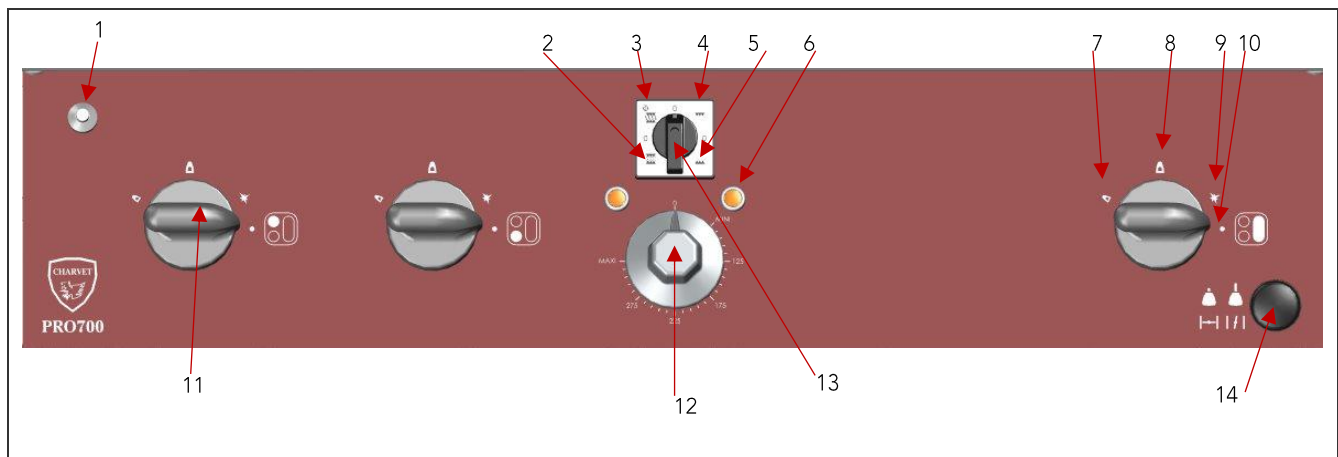

Fig. 11
- Pousser et tourner la manette de commande correspondant au brûleur vers la gauche jusqu'à la position veilleuse (Fig11 Rep9).
- Appuyer à fond sur la manette, en même temps présenter une flamme après avoir retiré le tampon de la plaque coup de feu ou agir sur le bouton poussoir d'allumage (Fig11 Rep1) pour les appareils équipés de cette option.
- La veilleuse allumée, tourner la manette sur la gauche jusqu'à la position débit maxi (Fig11 Rep8), le brûleur fonctionne à sa puissance nominale.
- En tournant jusqu'à la position suivant débit réduit (Fig11 Rep7) on obtient le ralenti.
- Positionner la manette du commutateur du four (Fig11 Rep13) sur la position de chauffe désirée (VOUTE/SOLE FORT, VOUTE/SOLE DOUX, VOUTE ou SOLE), le voyant de marche s'allume (Fig11 Rep6).
- Afficher la température désirée sur le thermostat (Fig11 Rep12) suivant les cuissons à réaliser, le voyant de régulation s'allume.